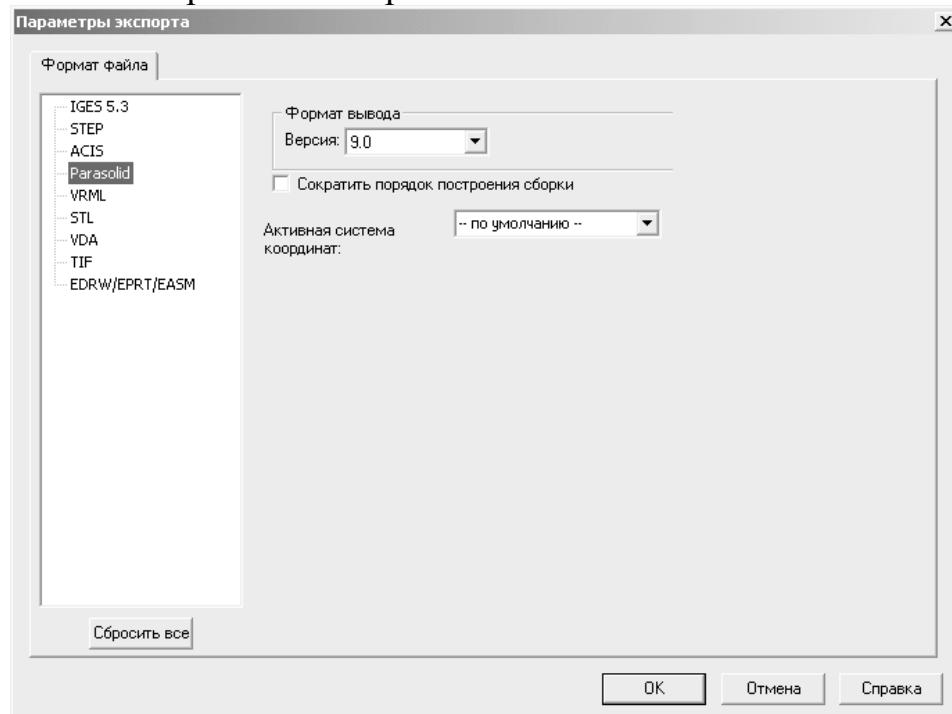

Рисунок 16 – Окно настройки параметров экспортов из SolidWorks
– нажав на ставшую активной кнопку «Параметры» окна «Сохранить как...», выбрать версию Parasolid, по крайней мере, на один-два номера ниже, чем поддерживается САЕ-пакетом; например, 9.0 (рисунок 16), «OK»;